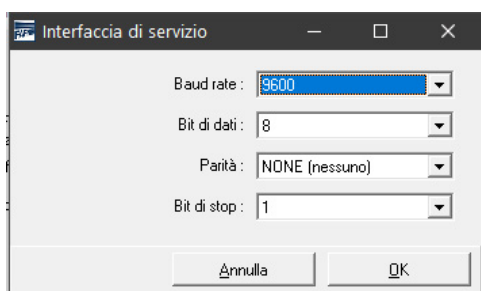

Figura 9: parametri di trasmissione dati dell'interfaccia di servizio
- **Parametri per funzione speciale dell'interfaccia di servizio** Con un clic sul pulsante "...", sarà possibile modificare i parametri di trasmissione dati dell'interfaccia di servizio (vedi Figura 9). Ad impostazione effettuata, i valori andranno salvati con "OK".